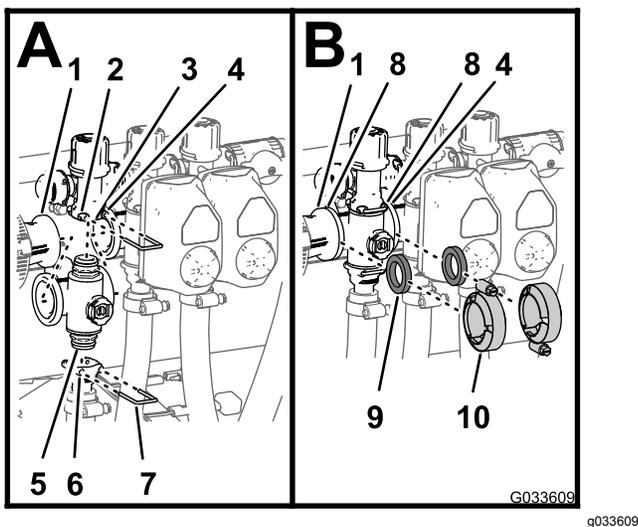

Рисунок 116
1. Вставьте верхний штуцер торцевой крышки коллекторного клапана в перепускной штуцер (вид А на Рисунок 116).
2. Прикрепите штуцер торцевой крышки к перепускному штуцеру, вставив держатель в гнездо перепускного штуцера (вид А на Рисунок 116).
3. Установите выпускной штуцер на нижний штуцер торцевой крышки коллекторного клапана (вид А на Рисунок 116).
4. Прикрепите штуцер торцевой крышки к выпускному штуцеру, вставив держатель в гнездо выпускного штуцера (вид А на Рисунок 116).
5. Установите прокладку между фланцами переходной муфты и коллектором клапана секции (В на Рисунок 116).
6. Смонтируйте переходную муфту, прокладку и коллектор клапана секции с помощью хомута, затянув его от руки (В на Рисунок 116).
7. При монтаже двух самых левых клапанов секций установите прокладку между фланцами двух соседних коллекторов клапанов секций (В на Рисунок 116).
8. Смонтируйте два прилегающих коллектора клапанов секций и прокладку с помощью хомута, затянув его от руки (В на Рисунок 116).